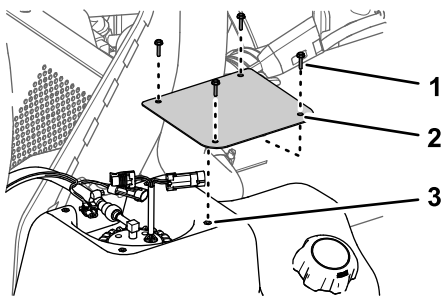

Figura 116
2. En el depósito de combustible, retire los 4 tornillos (N.º 10 x ¾") que sujetan la tapa a la parte superior del depósito de combustible, y retire la tapa (Figura 116).